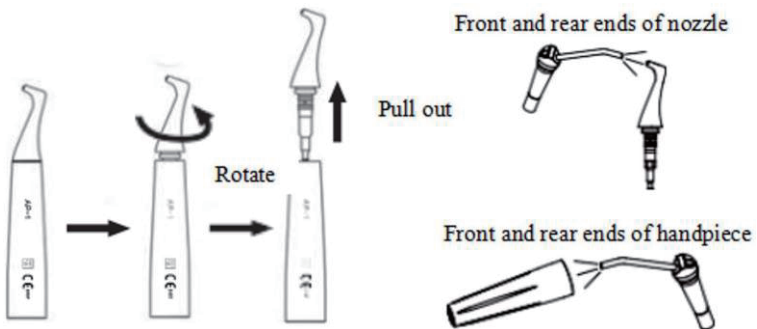

Abb. 7 Schema der Handstückreinigung
2.4.1.1 Entfernen Sie das Luftpolierhandstück, lösen Sie den Handstückkopf und ziehen Sie den Handstückkopf heraus (beim subgingivalen Handstück muss die Düse vorher entfernt werden), wie in Abb. 7 gezeigt.